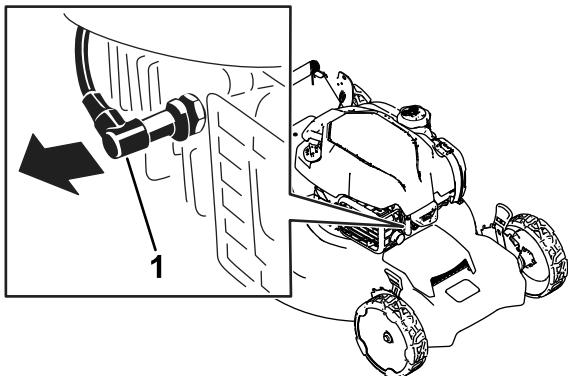

Figure 21
- Débranchez le fil de la bougie (Figure 21).